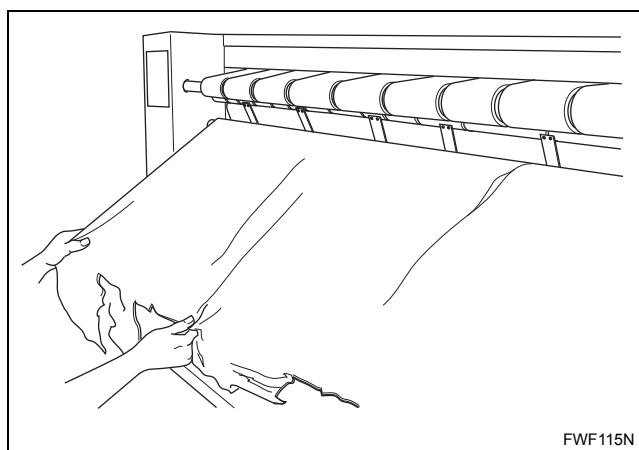

Figura 14
e. Quite totalmente el papel protector. Consulte la *Figura 14*.